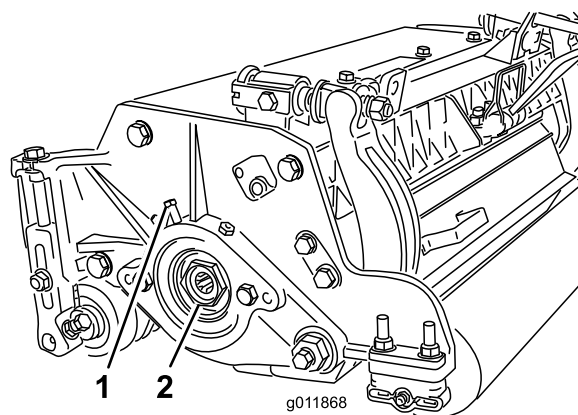

Figura 25
- A. Allentate la vite di fermo esterna che fissa il dado di regolazione del cuscinetto all'alloggiamento del cuscinetto situato sul lato sinistro dell'apparato di taglio (Figura 25).